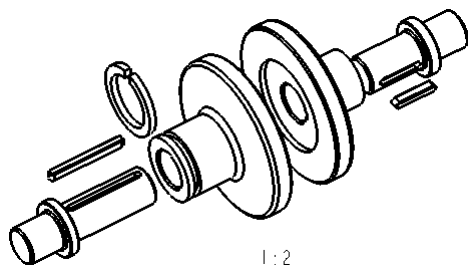

图 8.2.7 创建轴测图
Stage6. 创建图 8.2.7 所示的轴测图
(3) 单击“分解位置”对话框中的 确定 按钮, 选择 **MOD EXPLODE (修改分解)** 菜单中的 **Done/Return (完成/返回)** 命令, 再单击“绘图视图”对话框中的 关闭 按钮关闭对话框, 此时生成图 8.2.7 所示的分解视图。